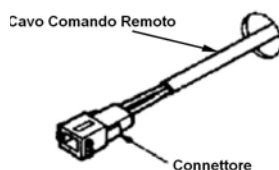

Fig. 2
3. Inserite il cavo del comando remoto in dotazione nel foro assicurandovi che il terminale con il connettore sia il più vicino possibile al comando remoto (Fig.2)
5. Procedere con la sostituzione del collettore di alimentazione del gas tramite i seguenti passaggi (Fig.2):
- scollegare i connettori dell'elettrodo (E) e del sensore di fiamma (F);
- rimuovere le viti di fissaggio del collettore gas (Y);
6. Collegare il micro manometro digitale alla presa di prelievo pressione (P) del collettore gas.
10. Controllare la pressione del gas sulla presa prelievo (Fig.2 pag. precedente).
13. Controllare la pressione del gas sulla presa prelievo (Fig.2 pag. precedente).